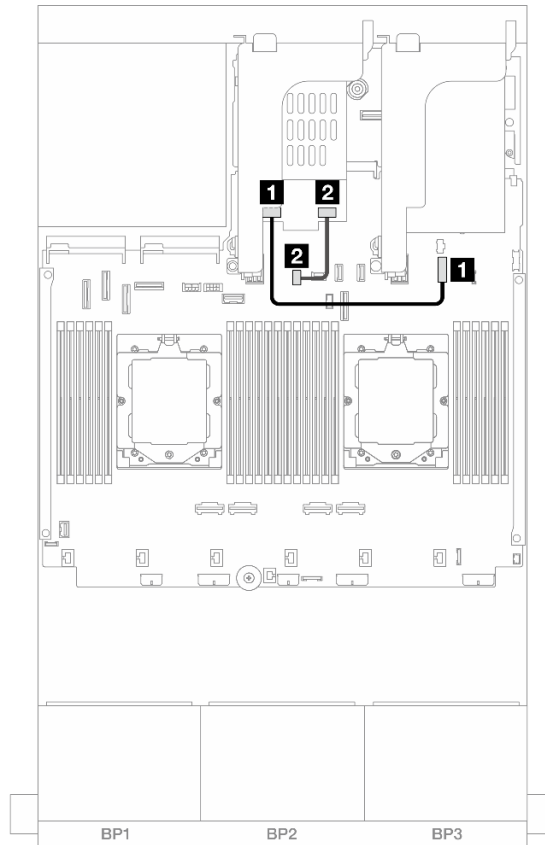

Рис. 307. Прокладка кабелей NVMe
- Рис. 307 «Прокладка кабелей NVMe» на странице 334